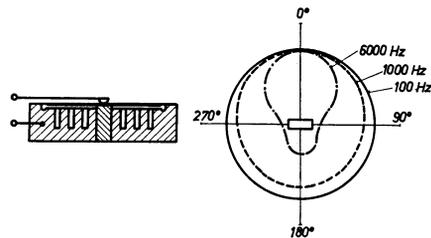

Fig. 12.07 Kondensatormikrofon mit Kugelcharakteristik.
a) **Druckempfänger:** Der Schall hat nur auf einer Seite der Membran Zutritt. Vorausgesetzt daß die Abmessungen der Membran gegenüber den Schallwellenlängen klein sind, ist die Empfindlichkeit für sämtliche Einfallrichtungen des Schalles gleich. Es ergibt sich für tiefe Frequenzen eine sog. **Kugelcharakteristik**. Fig. 12.07 zeigt einen Druckempfänger am Beispiel eines Kondensatormikrofons.